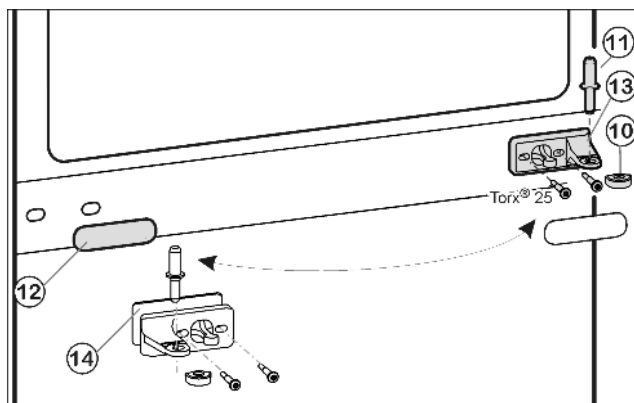
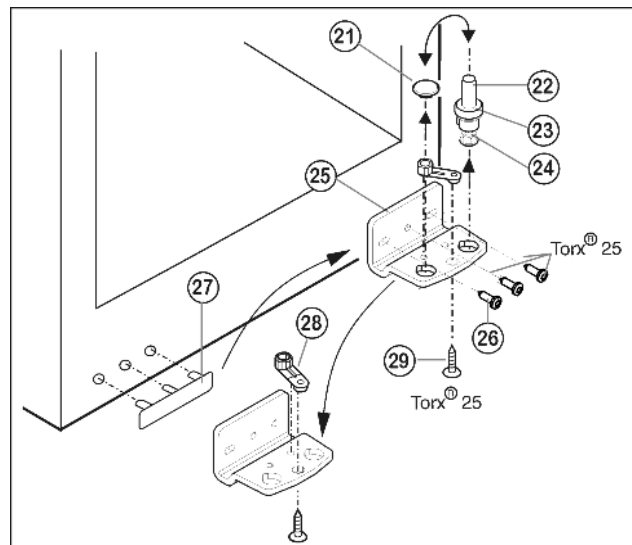

Fig. 7
Fig. 8
- ▶ Вытащите из опорного кронштейна и нижней дверцы средний опорный винт Fig. 7 (11).
- ▶ Снимите пластмассовый колпачок Fig. 7 (10).
- ▶ Открутите средний опорный кронштейн Fig. 7 (13) (2 шт. Torx® 25).
- ▶ Осторожно снимите накладку Fig. 7 (12).
- ▶ Прикрутите средний опорный кронштейн Fig. 7 (13) с подкладкой Fig. 7 (14) с поворотом на 180° на новую сторону шарнира (с моментом 4 Нм).
- ▶ Защелкните накладку Fig. 7 (12), повернув на 180°, на стороне, где теперь будет ручка.
- ▶ Извлеките опорный винт Fig. 8 (22) в комплекте с шайбой Fig. 8 (23) и регулируемой опорой Fig. 8 (24), вытягивая его вверх.
- ▶ Снимите пробку Fig. 8 (21).
- ▶ Открутите Fig. 8 (26) опорный кронштейн Fig. 8 (25).
- ▶ Открутите Fig. 8 (29) опорную деталь Fig. 8 (28) и, переставив в отверстие на противоположной стороне опорного кронштейна, снова прикрутите.
- ▶ Осторожно снимите и переставьте на противоположную сторону крышку со стороны ручки Fig. 8 (27).
- ▶ Снова прикрутите опорный кронштейн Fig. 8 (25) на новой стороне шарнира (с моментом 4 Нм). При необходимости используйте аккумуляторный шурупверт.
- ▶ Переставьте пробку Fig. 8 (21) в свободное отверстие.
- ▶ Вновь установите опорный винт Fig. 8 (22) в комплекте с шайбой и регулируемой опорой. При этом фиксатор должен быть направлен назад.
- Установите нижнюю дверцу сверху на нижний опорный винт Fig. 8 (22).
- Снова наденьте пластмассовый колпачок Fig. 7 (10) на средний опорный кронштейн Fig. 7 (13).
- Вставьте средний опорный винт Fig. 7 (11) на новой стороне шарнира через средний опорный кронштейн Fig. 7 (13) в нижнюю дверцу.
- Установите верхнюю дверцу на средний опорный винт Fig. 7 (11).
- При необходимости выровняйте дверцы через два продольных паза в нижнем опорном кронштейне Fig. 8 (25) и среднем опорном кронштейне Fig. 7 (13) параллельно корпусу устройства. Для этого выкрутите средний винт на нижнем опорном кронштейне Fig. 8 (25).